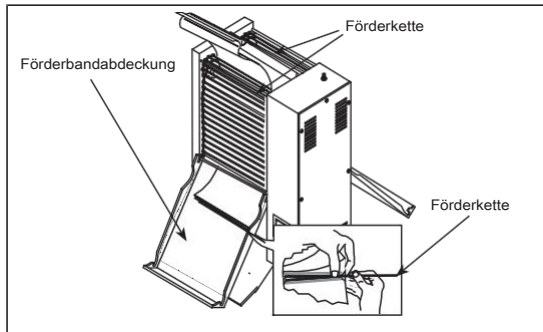

Abbildung 3
3. Öffnen Sie die beiden Riemenabdeckungen, ziehen Sie den Riemenstift heraus und lösen Sie die Schnalle. (Abbildung 3) 4. Entsorgen Sie das unbrauchbare Förderband.